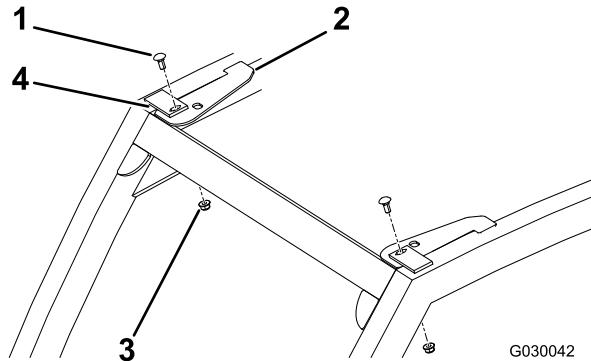

図3
2. キャリッジボルトとフランジナットでブラケットを固定する図3。
1. 前部ブラケットの1つを図3のように位置決めする。